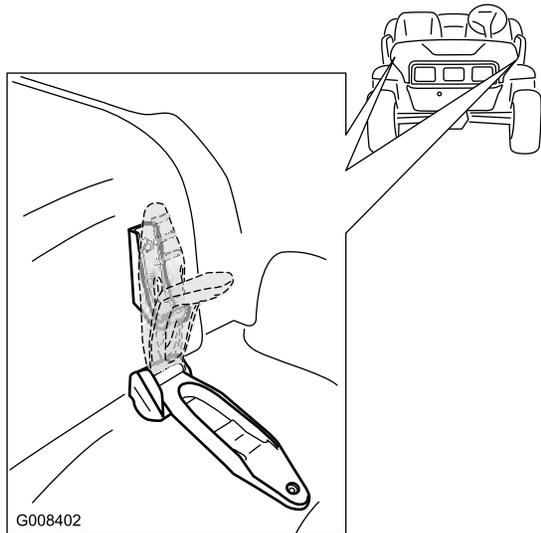

Bild 25
1. Lösen Sie die Gummiriemen an beiden Seiten der Motorhaube (Bild 25).